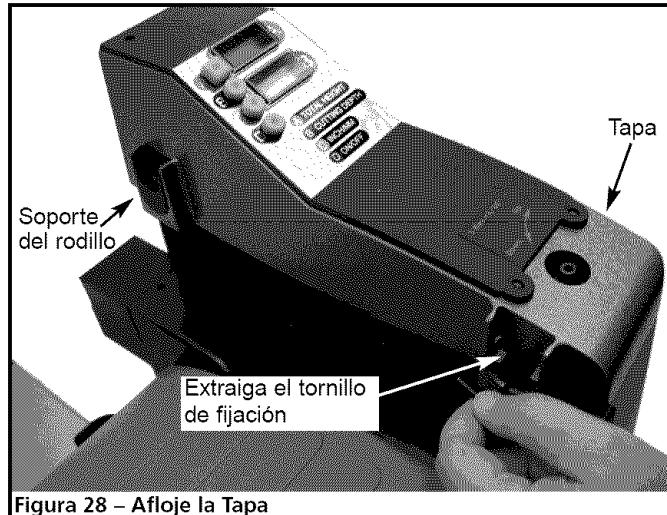

Figura 28 – Afloje la Tapa
- Extraiga los rodillos de retorno. Apalancue los soportes del rodillo hacia arriba y fuera de la tapa. Extraiga el tornillo de fijación de cada columna debajo de la tapa (vea la Figura 28).